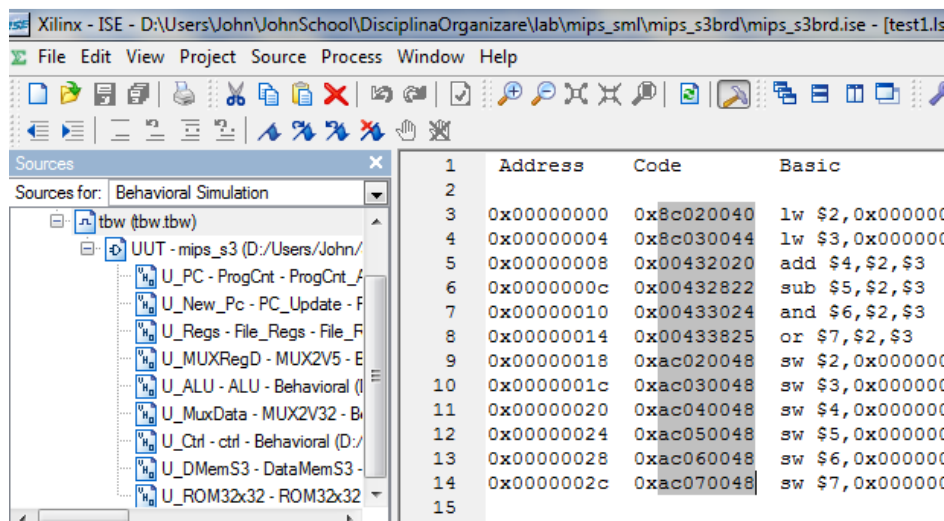

figura 3
- Cu ALT **apăsat** și cu butonul stânga al mouse-ului **apăsat** deplasați cursorul astfel încât să definiți un dreptunghi. Acest dreptunghi trebuie să încadreze **exact** zona pe care vreți să o selectați. După marcarea zonei selectate va fi evidențiată prin fundal gri, ca în figura 3.